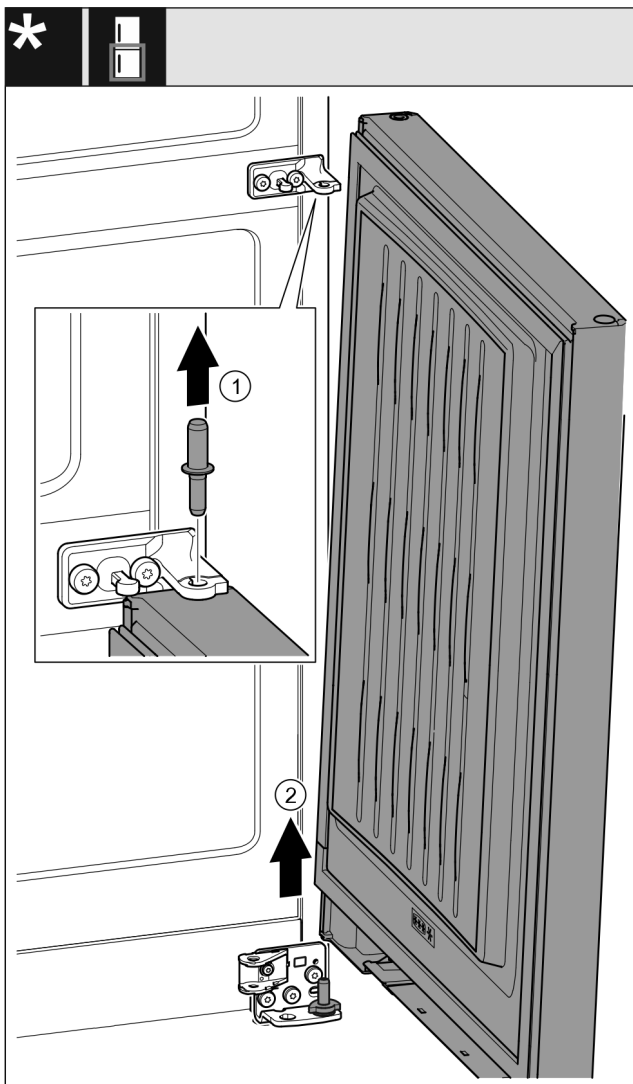

Fig. 23 \*
- ▶ Извлеките пальцы движением вверх. Fig. 23 (1)\*
- ▶ Отведите дверь, потяните вверх и отставьте в сторону. Fig. 23 (2)\*